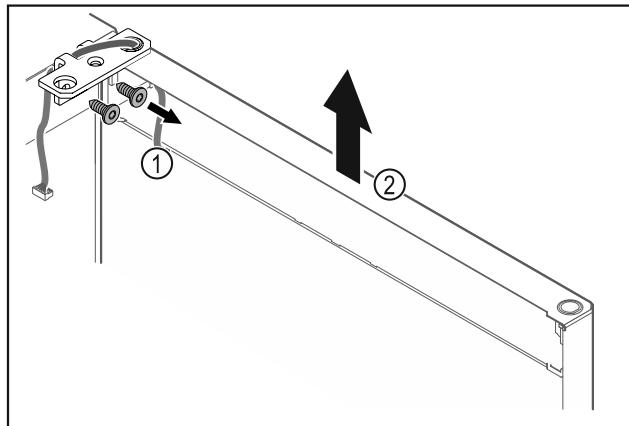

Fig. 20
- Odvrnite kutne šarke Fig. 20 (1).
► Dignite vrata s kutnim šarkama Fig. 20 (2) cca 200 mm ravno prema gore i skinite ih.